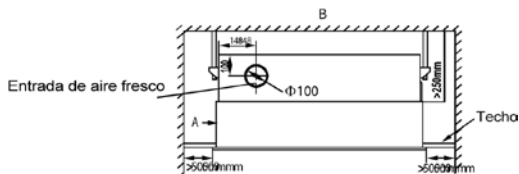

Fig.33
- Determinar la ubicación de la varilla roscada de acuerdo con el gráfico Fig. 33.